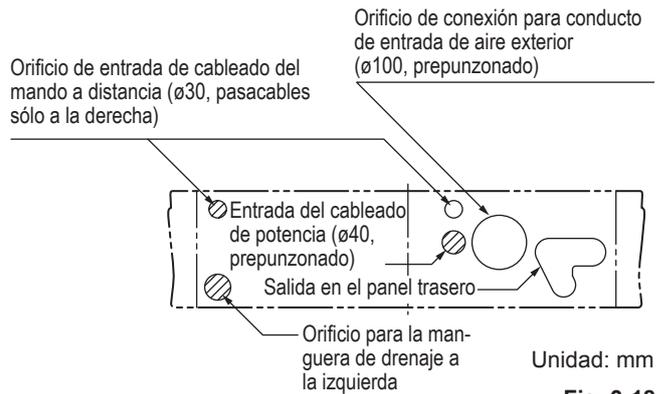

Fig. 3-18
Hay un orificio para conexión del conducto (prepunzonado) a la derecha / atrás del panel superior de la unidad interior para la admisión de aire fresco. Si es necesario admitir aire fresco, sacar la cubierta abriendo el agujero y conectando el conducto a la unidad interior a través del orificio de conexión (Fig. 3-18)
- * Al tender tubos hacia fuera a través de los lados superior o derecho, sacar las partes prepunzonadas en el panel superior y cortar las muescas necesarias en el lateral (Fig. 3-18).